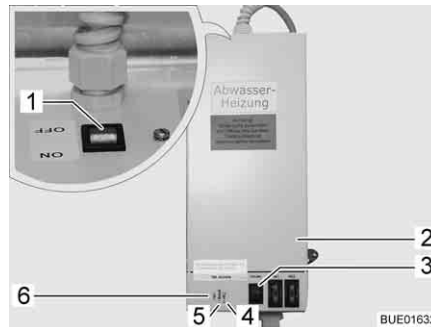

Fig. 142 Transformateur avec régulateur
Le transformateur 230 V AC/12 V DC (Fig. 142,2) est, suivant le modèle, monté dans la penderie ou dans la banquette de la dînette.
- Le voyant de contrôle (Fig. 142,5) s'allume en vert : Régulateur en marche
- Les voyants de contrôle (Fig. 142, 4 et 6) s'allument en rouge : Les conduites des eaux usées sont chauffées
Un bouton-poussoir de contrôle (Fig. 142,3) est intégré dans le boîtier, ce bouton permet d'enclencher brièvement le régulateur. En appuyant sur le bouton-poussoir de contrôle, vous pouvez tester le fonctionnement du chauffage, même si la température ambiante est supérieure à 5 °C.
- Placer l'interrupteur (Fig. 142,1) du transformateur (Fig. 142,2) sur "ON".
- Placer l'interrupteur (Fig. 142,1) du transformateur (Fig. 142,2) sur "OFF".